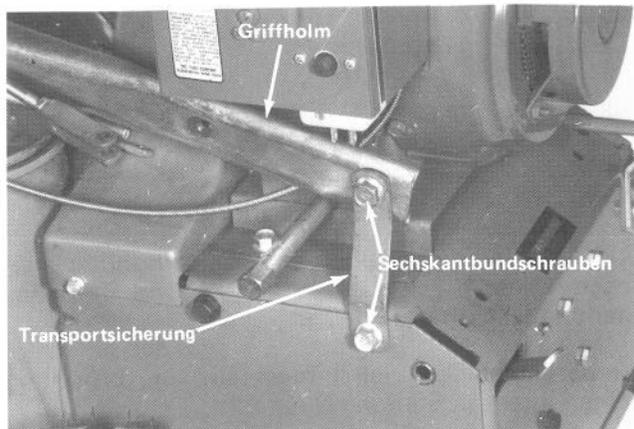

Abb. 1
3. Die Sechskantbundschrauben entfernen, mit denen die Transportsicherungen an den Holmen und Seitenplatten der Schneefräse befestigt sind (Abb. 1). Die Transportsicherungen werden nicht mehr benötigt.